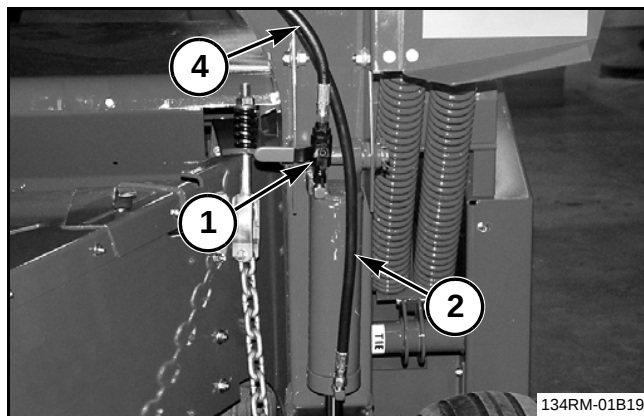

FIG. 163
FIG. 163: Afloje las contratuercas en las válvulas de traba de los cilindros (1) en ambos cilindros de levantamiento. Gire las válvulas de traba de los cilindros para que los orificios queden hacia arriba y apriete las contratuercas.